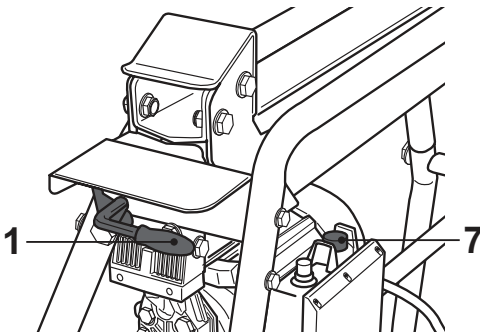

Fig. 5
- Tout en maintenant enfoncé le bouton marche/arrêt [7], abaissez la manette de commande [1] (Fig. 5).